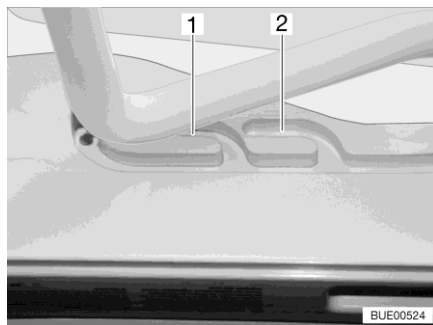

Fig. 35 Glissière (position de ventilation)
Il est possible d'amener le lanterneau basculant en deux positions de ventilation : Position pour mauvais temps (Fig. 35,1) et position intermédiaire (Fig. 35,2).
- Pousser légèrement l'étrier vers le haut et le pousser dans la glissière choisie (Fig. 35,1 ou 2).